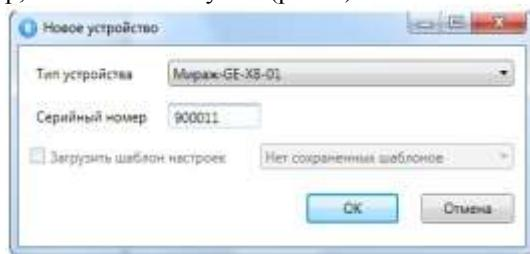

Рис.9. Создание нового устройства
- ✓ *Самостоятельный.* В поле A Конфигуратора щёлкните правой кнопкой мыши и затем нажмите появившуюся кнопку Добавить устройство. В открывшемся окне Новое устройство выберите Тип устройства и, указав его заводской номер, нажмите кнопку OK (рис. 9).